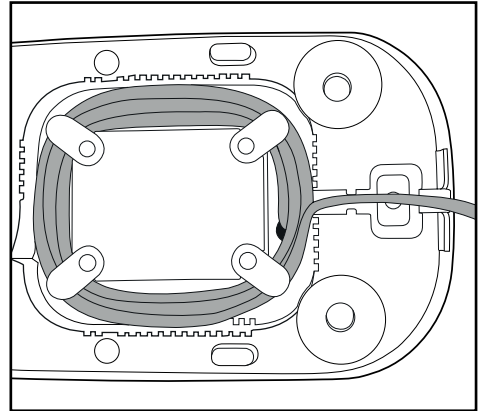

Fig. 3: Enrollacables
- Enrolle el cable de red **4** en torno al enrollacables que se encuentra en la base del aparato (Fig. 3).